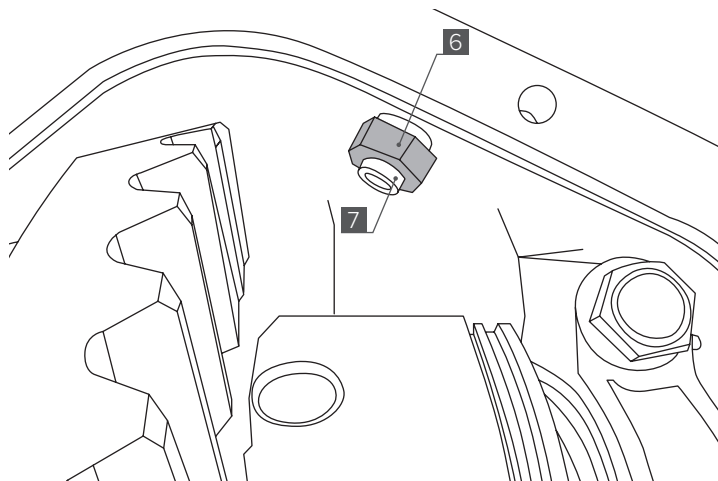

Рис. 5
2. Установите штуцер ввода воздуха [7] в полученное отверстие в картере моста, с внутренней части картера штуцер закрепите гайкой [6] (Рис. 5).